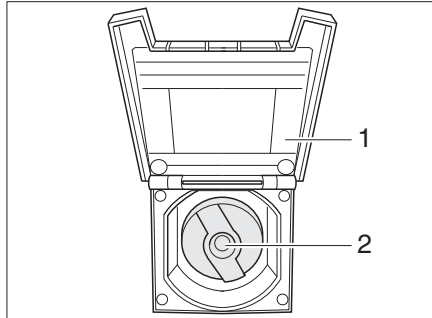

Fig. 137 Coperchio per bocchettone di riempimento dell'acqua potabile
- Aprire lo sportellino (Fig. 137,1) del bocchettone di riempimento dell'acqua potabile.
- Inserire la chiave nel cilindro della serratura (Fig. 137,2) e ruotare in senso antiorario di un quarto di giro.
- Chiudere lo sportellino (Fig. 137,1).
- Aprire il bocchettone di riempimento dell'acqua potabile (Fig. 137).